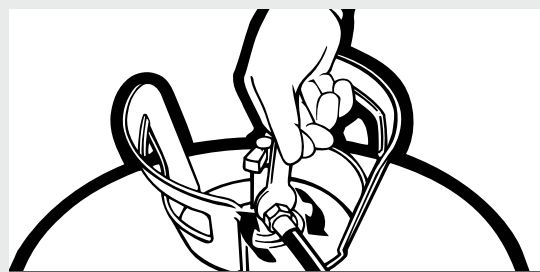

Figure 2.
- Appliquer une couche de gelée de pétrole sur la face intérieure du distributeur Insta-Flo^{MC}. Cette étape facilitera le nettoyage de la face du distributeur et prolongera la durée de vie utile du distributeur Insta-Flo^{MC}. (Voir figure 2.)